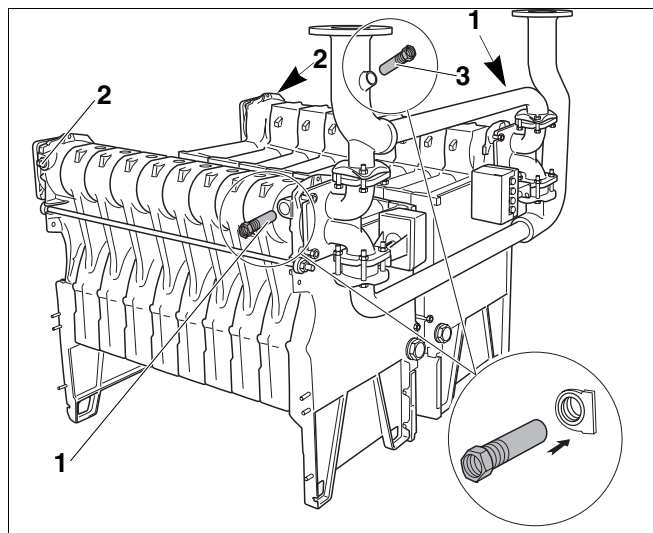

Рис. 32 Установка гильз для датчиков и заглушек
- На внешней стороне правого и левого котловых блоков установить гильзы для датчиков (рис. 32, поз. 1) и заглушки $\frac{3}{4}$ " (рис. 32, поз. 2).
- Установить третью гильзу (рис. 32, поз. 3, см. монтажный материал) в трубу подающей линии.